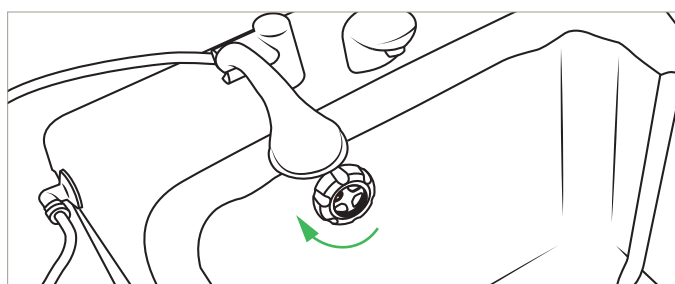

Figure 31
1. Après le bain, ouvrir le bouchon de vidange en le tournant dans le sens horaire et laisser l'eau s'écouler. Voir la section Figure 31.